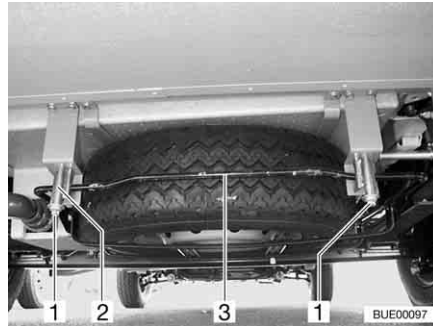

Fig. 256 Soporte para rueda de repuesto (cesto de alojamiento)
- Aflojar las tuercas (Fig. 256,1) de los ganchos izquierdo y derecho (Fig. 256,2) del soporte de la rueda de repuesto.
- Presionar estribo (Fig. 256,3) un poco hacia arriba. Al mismo tiempo tirar el gancho hacia abajo y desenganchar el estribo.